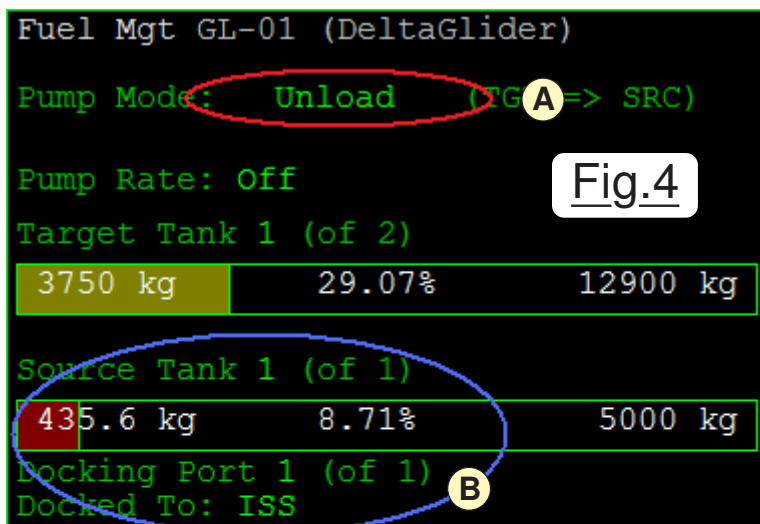

Fig.4
- Étant solidaire d'ISS, on peut observer en **B** de la Fig.4 que le réservoir de la station est assez dégarni. Cette information est visualisée car nous sommes en mode **Unload** sur **FuelMFD** comme montré en **A**.